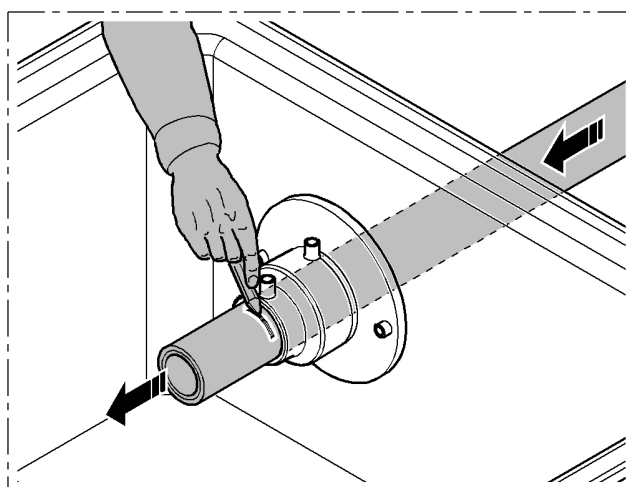

Fig.8
- Inserir o tubo no interior da caixa de empanque até levá-lo para a posição correcta. Marcar no próprio tubo a posição de contacto entre tubo e redução utilizando a caneta marcadora específica (art. MARK). (Fig.8)